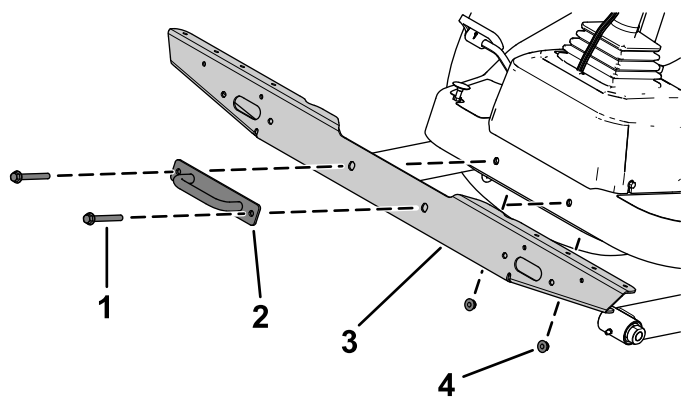

Figura 18
2. Fixai suportul transversal al luminii pe platformă folosind uruburile, piulițele și suportul de fixare îndepărtate anterior (Figura 18).